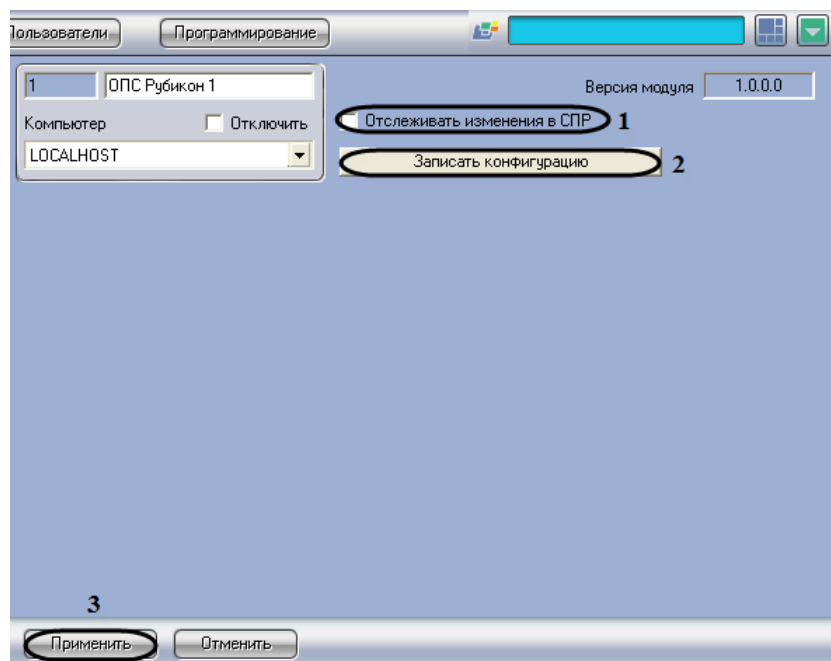

Рис. 3.10—1 Пересылка конфигурации во все устройства ОПС Рубикон
1. Перейти на панель настроек объекта *ОПС Рубикон* (Рис. 3.10—1).
2. Установить флажок **Отслеживать изменения в СПР** для автоматической отправки изменений пользователей, временных зон и уровней доступа в устройства *ОПС Рубикон* (см. Рис. 3.10—1, **1**).
3. Нажать кнопку **Записать конфигурацию** для записи в устройства *ОПС Рубикон* настроек, произведенных при помощи ПК *Интеллект* (см. Рис. 3.10—1, **2**).
4. Для сохранения изменений необходимо нажать кнопку **Применить** (см. Рис. 3.10—1, **3**).